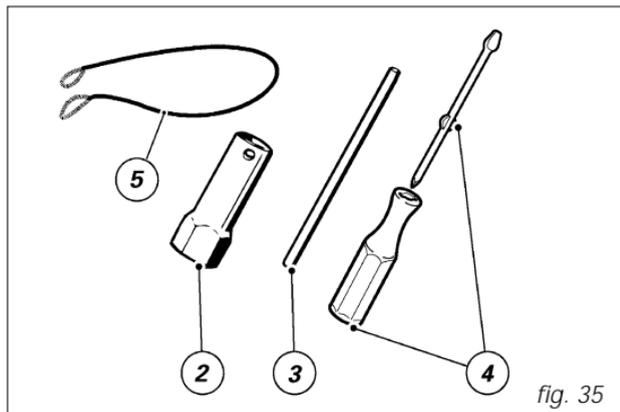

fig. 35
**The tool bag** (fig. 35) holds: